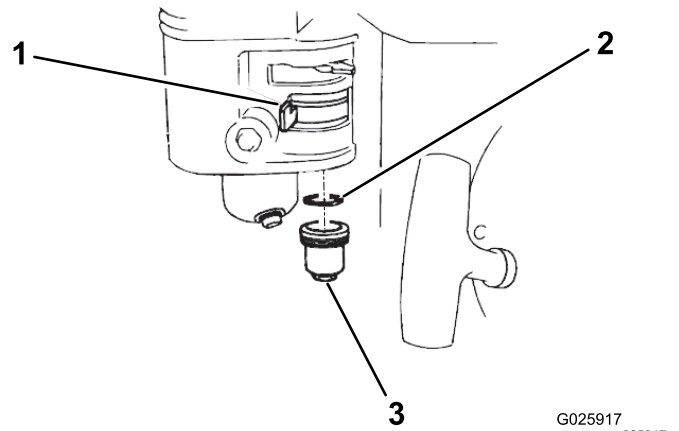

Figure 33
- Tournez le robinet d'arrivée de carburant en position FERMÉE (Figure 33).
- Déposez la cuvette de décantation de carburant et le joint torique (Figure 33).
- Placez le joint torique dans le robinet d'arrivée de carburant et reposez la cuvette de décantation (Figure 33). Serrez solidement la cuvette de décantation.